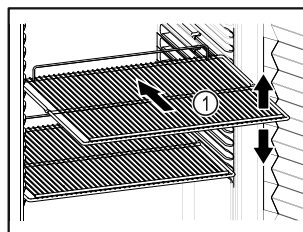

Fig. 54
- ❑ Ha a tároló rácsok Fig. 54 (1) áthelyezhetők, akkor igazítsa be őket a kívánt magasságnak megfelelően.